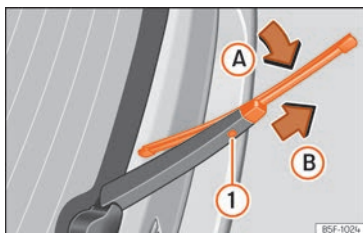

Fig. 81 Cambio de la escobilla de la luneta.
- Pliegue la escobilla por arriba hacia el brazo del limpiaparabrisas » » » **fig. 81** (flecha A).
- Mantenga presionada la tecla de desbloqueo » » » **fig. 81** ❶ tirando de la escobilla en
- Inserte en el brazo limpiaparabrisas una escobilla nueva **de la misma longitud y tipo**, en sentido contrario a la flecha » » » **fig. 81** B hasta que encastre. Para ello, la escobilla debe estar en posición recogida (flecha A).